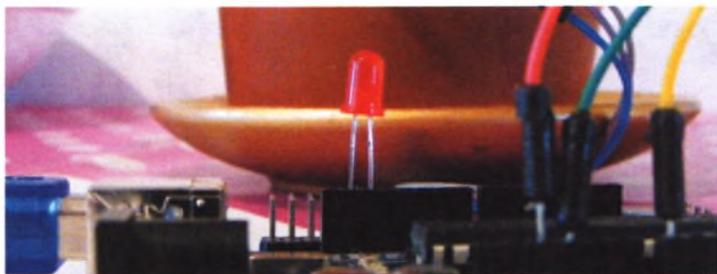

РИСУНОК 5.4
3. Напрямую к плате Arduino подключите светодиод. Короткая ножка (катод) — к контакту GND, а длинная (анод) — к контакту 13, как показано на рис. 5.4 и в таблице ниже.